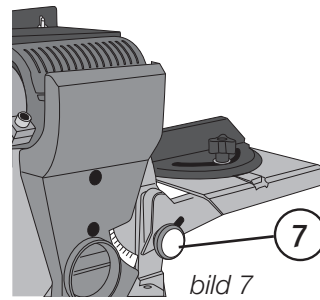

bild 7
3.3 Montera slipbordet (bild 7, 8, 9)
3. Skruva fast låsratten ((7) på bild 7).